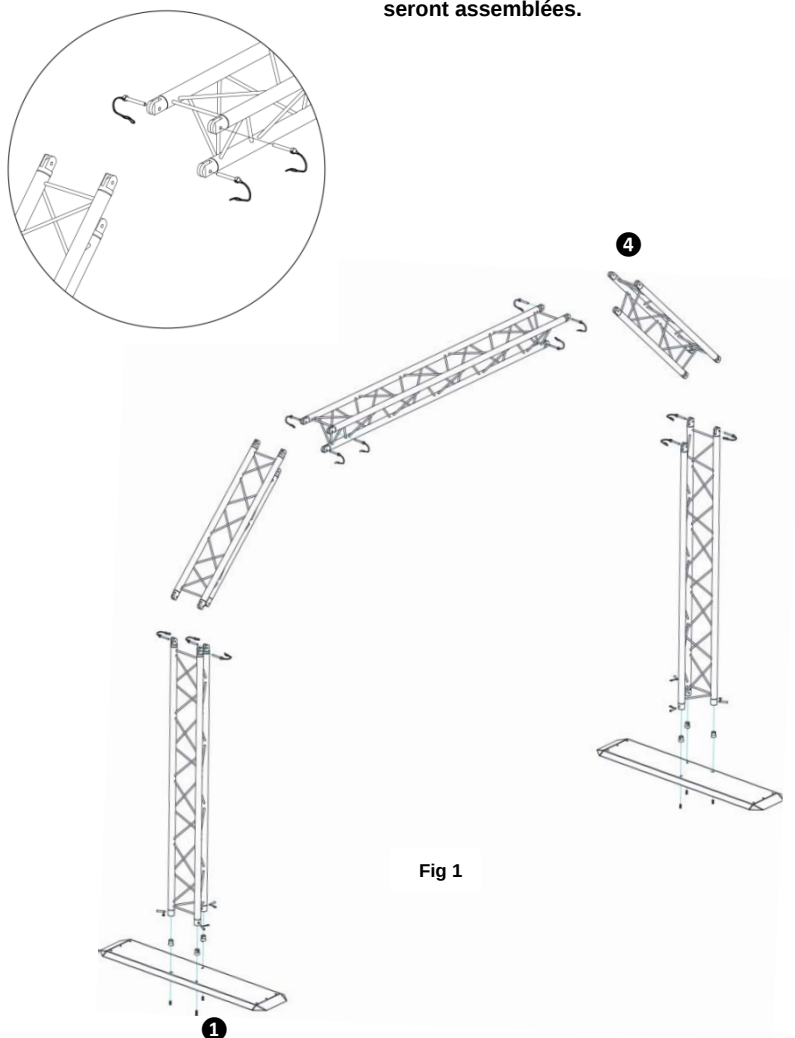

Fig 1
4. Installez les plaques de soutien dans les extrémités de l'Arch Kit assemblé. (1 et 6, Fig 1)